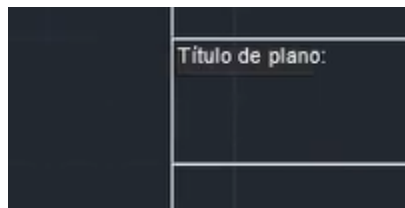

Figura 144. Título del plano.
6. En el cuarto rectángulo, introducir un cuadro de texto con tamaño de letra 2.5 y con el texto “Título del plano:”. Figura 144.